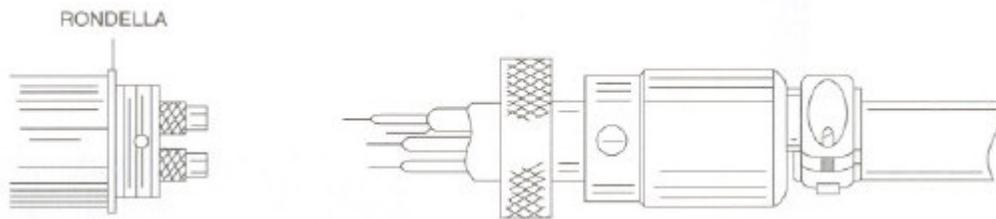

Fig. 3
- 4. Infilare il cavo del microfono attraverso la carcassa, l'anello dentellato e la rondella come mostra la Fig. 3.**
5. I fili dovranno essere saldati ai pin come indicato nello schema sopra riportato. La figura 4 mostra il numero dei pin della presa del microfono, visti dalla parte inferiore di tale presa. Prima di saldare i fili ai pin, prestagnare ogni singolo pin della presa. AssicurateVi che il telaio e l'anello dentellato della Fig. 3 vengano riinseriti nel cavo del microfono. Se verrà utilizzata la presa del microfono come supporto durante le fasi di saldatura, converrà saldare i pin nel seguente ordine 1 , 3, 2, 4 e limitare al minimo il tempo di saldatura e la quantità di stagno usata.